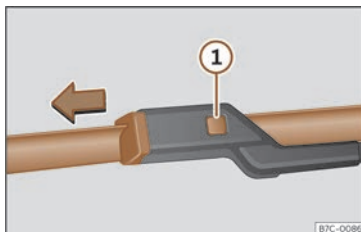

Fig. 46 Remplacement des balais d'essuie-glace.
- Maintenez la touche de déverrouillage »» fig. 46 ① enfoncée en tirant légèrement le balai dans le sens de la flèche.